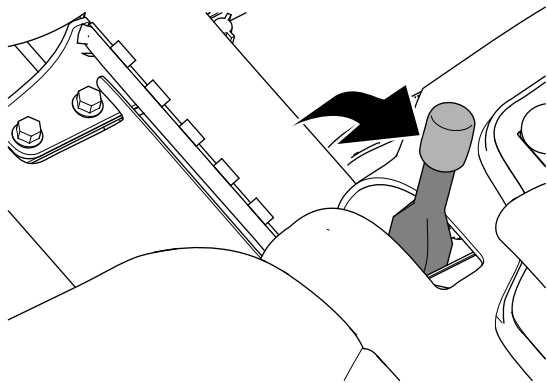

Рисунок 31
2. Включите стояночный тормоз (Рисунок 31).